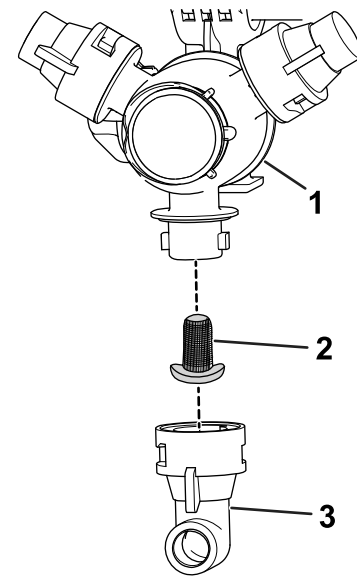

Figura 97
2. Retire la boquilla de la torreta de fumigación (Figura 97).
3. Retire el filtro de la boquilla (Figura 97).
5. Instale el filtro de la boquilla (Figura 97).
6. Instale la boquilla en la torreta de fumigación (Figura 97).